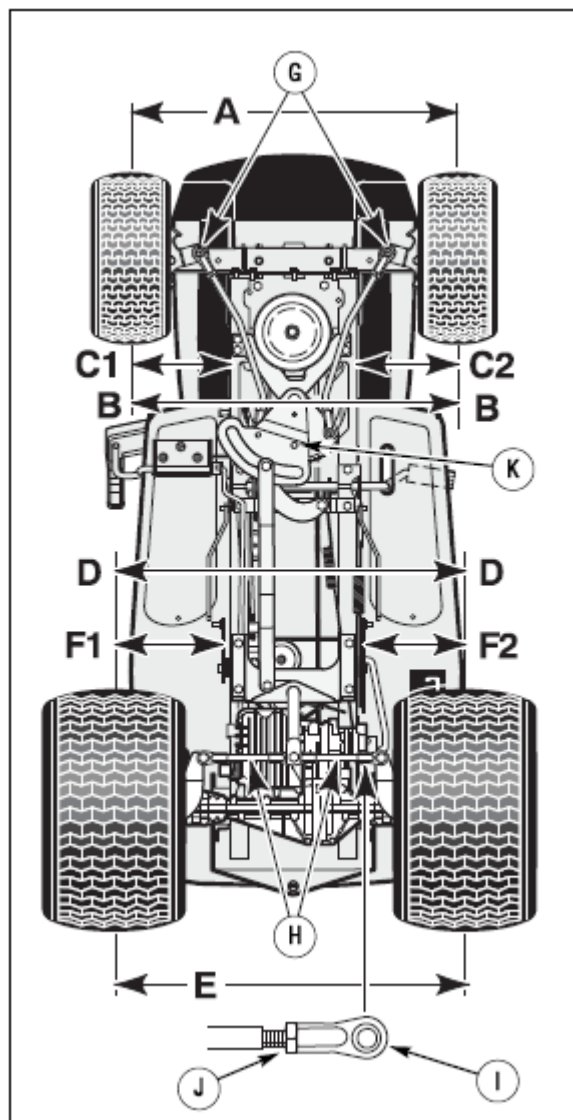

Рис. 42:
2. Зафиксируйте их в этом положении, вставив в оба отверстия болт или шпильку (рис. 42).
3. Во-первых, проверьте значения А, В, С1 и С2 (рис. 42).
- D должно быть на 0,16 см меньше E.Если значения отличаются от указанных, ослабьте стопорные гайки на окончаниях задней рулевой тяги (рис. 42). Поверните рулевую тягу, чтобы установить правильные значения.